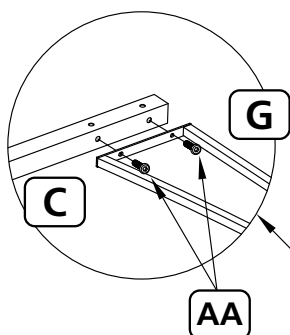

Abb. 1
Stecken Sie zwei M6x15-Schrauben (AA) durch die Ösen am Flaschenöffner (R) und in die Gewindeeinsätze am oberen Pfeiler (A), siehe Abb. 1.